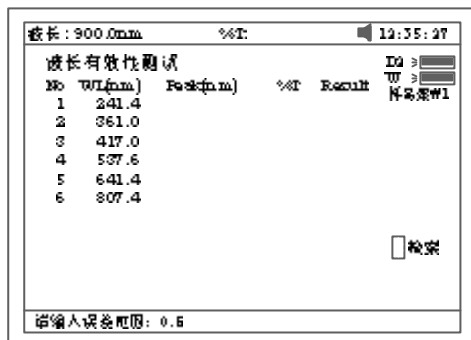

图 98
- c. 按【F3】键设置误差范围(图 98). 输入数值按【ENTER】键即可。